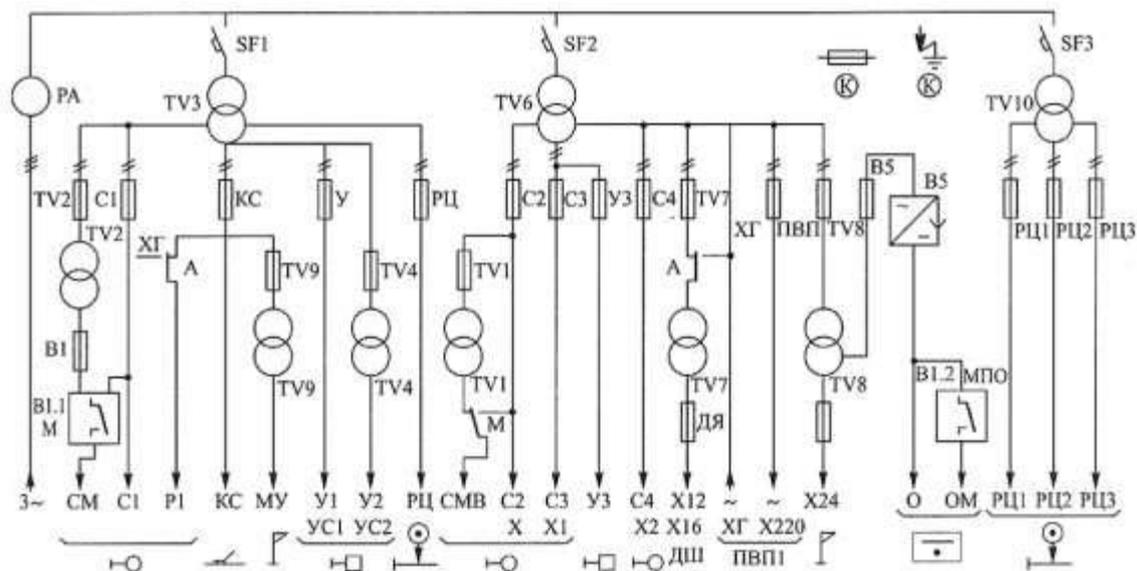

Рисунок 4. Мнемосхема разводки питания панели ПР1-ЭЦК
7.5.3. На лицевой стороне панели нанесена мнемосхема разводки питания с обозначенными на ней трансформаторами и нагрузками, с них питаемыми, предохранителями нагрузок, а также органами управления и контроля (рисунок 4).